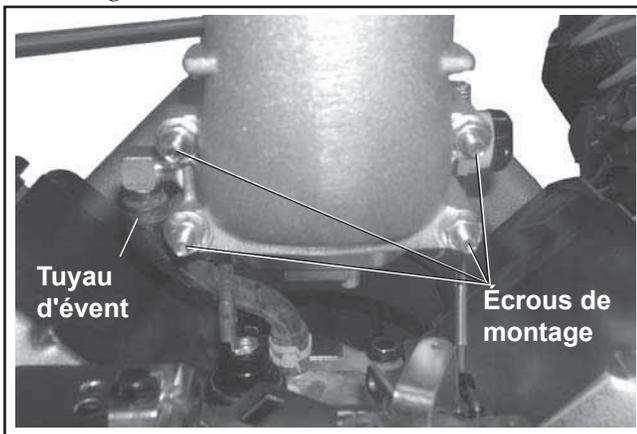

Figure 9-12. Tuyau d'évent, boulons de montage et courbe de l'adaptateur (modèle bicylindre ci-représenté).
2. Retirer les deux vis (modèles avec carburateur monocylindre), ou les quatre boulons hexagonaux à embase (modèles avec carburateur bicylindre), fixant l'adaptateur ou la courbe. Voir la Figure 9-12.